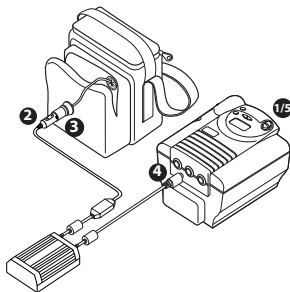

Figura 4: Conexión del adaptador de alimentación de CC
2. Conecte el adaptador para automóvil al extremo del cable de entrada del adaptador de alimentación de CC. Vea la figura 4.